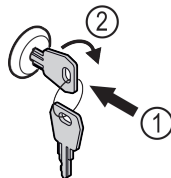

Fig. 169
- Inserire la chiave. Fig. 169 (1)
- Ruotare la chiave di 90° in senso orario. Fig. 169 (2)